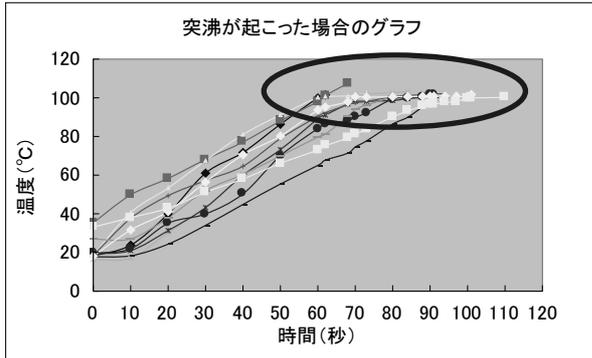
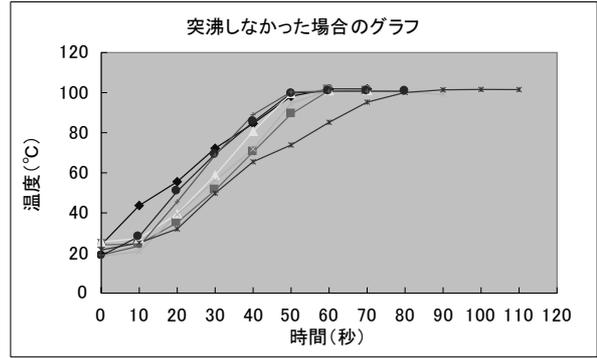

図4：突沸が起こった場合のグラフ
図5：突沸しなかった場合のグラフ
(2) 突沸と温度変化の関係 突沸が起きるかどうかは沸点に達するまでの温度変化に違いがあるのではないかと考え、加熱中の温度変化の様子を調べてみた。
- ・図4が突沸の起こった場合、図5が突沸の起こらなかった場合の温度変化の様子である。
- ・A~Kは一番右の温度で突沸が起こった。これをグラフに表すと図4のような温度変化をした。
- ・図4のグラフの終点が突沸の起きた所である。
- ・図4と図5を比べると、沸点に達するまでの温度変化は突沸とはあまり関係がないようである。